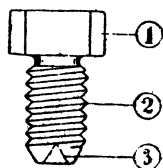

Рис. 10 Центровой винт: 1—головка винта; 2—резьба винта; 3—конусообразное углубление винта; в этом углублении вращается кончик акса
**Центровой винт.** Центральной винт (рис. 10) изготавливается из стальной проволоки определенной толщины и качества. Хотя материал, идущий на изготовление винтов, имеет определенную марку, все же он предварительно (так же как и материал для акса) подвергается анализу и только после получения удовлетворяющих техническим условиям данных поступает в работу.